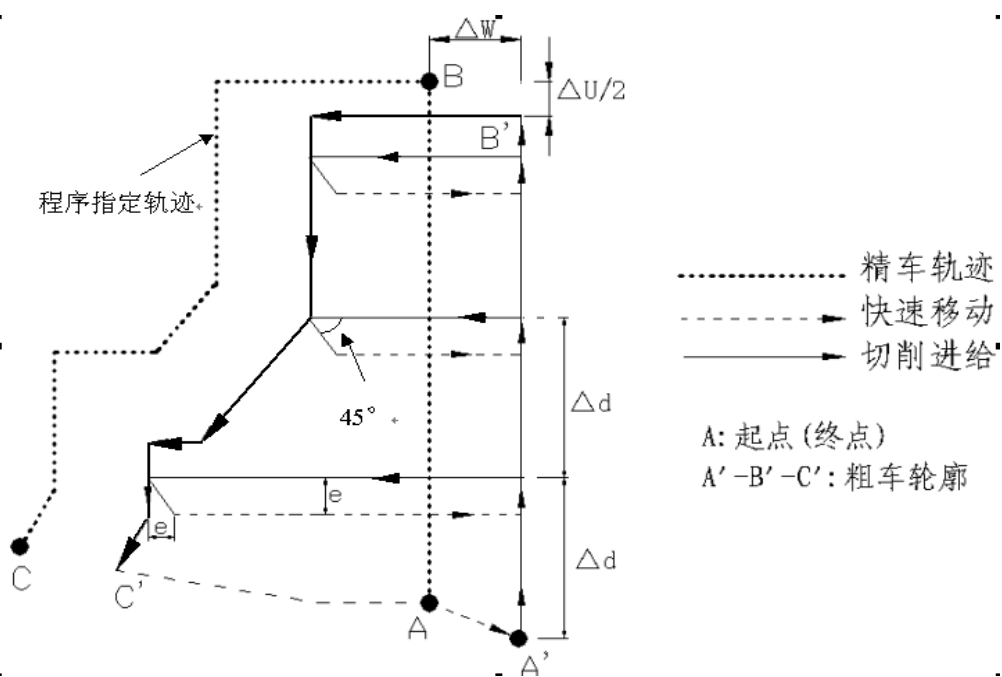

图 3-25 G71 代码循环轨迹
1) 代码执行过程: 图 3-25。
- ① 从起点A点快速移动到A'点，X轴移动 Δu 、Z轴移动 Δw ；
- ② 从A'点X轴移动 Δd (进刀)，ns程序段是G0时按快速移动速度进刀，ns程序段是G1时按G71的切削进给速度F进刀，进刀方向与A点→B点的方向一致；
- ③ Z轴切削进给到粗车轮廓，进给方向与B点→C点Z轴坐标变化一致；
- ④ X轴、Z轴按切削进给速度退刀e(45°直线)，退刀方向与各轴进刀方向相反；
- ⑤ Z轴以快速移动速度退回到与A'点Z轴绝对坐标相同的位置；
- ⑥ 如果X轴再次进刀($\Delta d+e$)后，移动的终点仍在A'点→B'点的联机中间(未达到或超出B'点)，X轴再次进刀($\Delta d+e$)，然后执行③；如果X轴再次进刀($\Delta d+e$)后，移动的终点到达B'点或超出了A'点→B'点的联机，X轴进刀至B'点，然后执行⑦；
- ⑦ 沿粗车轮廓从B'点切削进给至C'点；
- ⑧ 从C'点快速移动到A点，G71循环执行结束，程序跳转到nf程序段的下一个程序段执行。